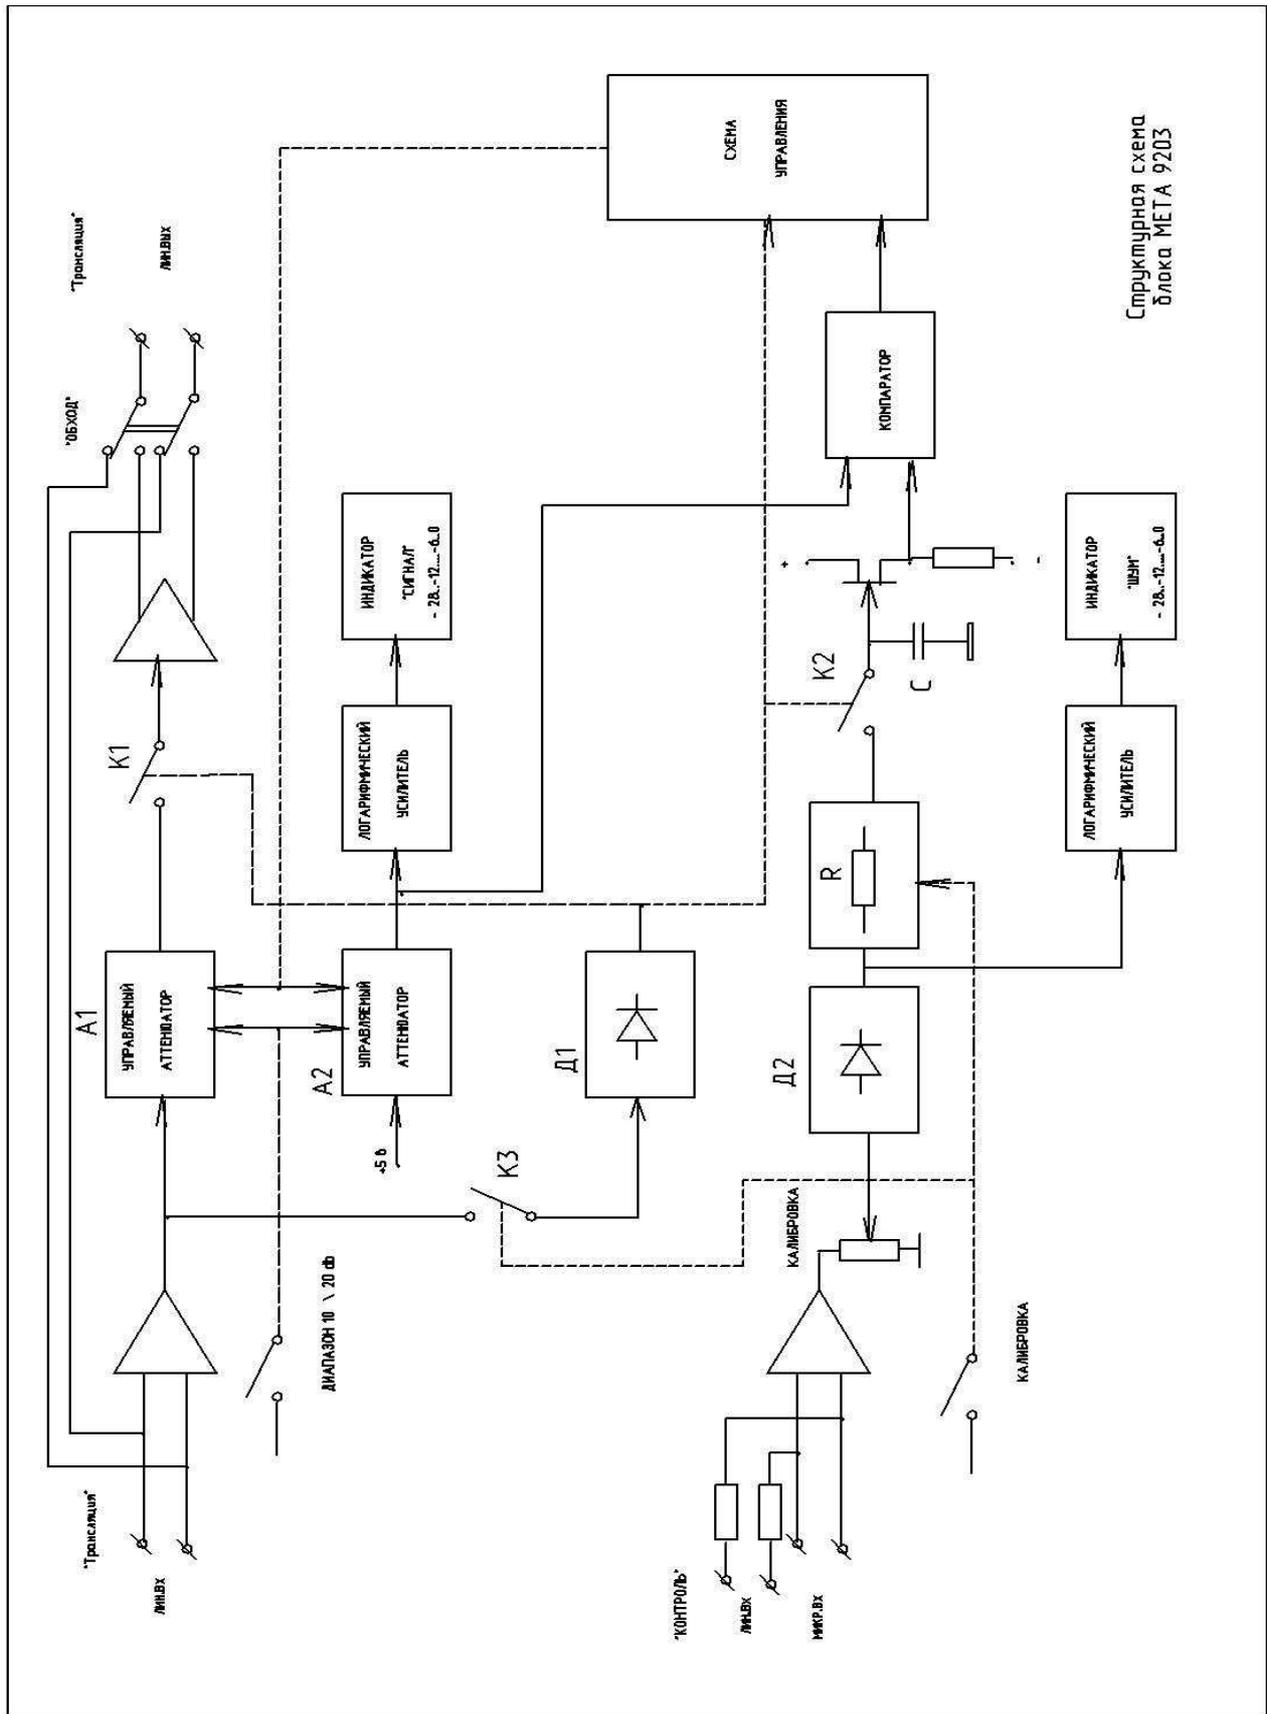

Рис. 1. Структурная схема предварительного блока МЕТА 9203.
9.1 Структурная схема блока приведена на рис.1.